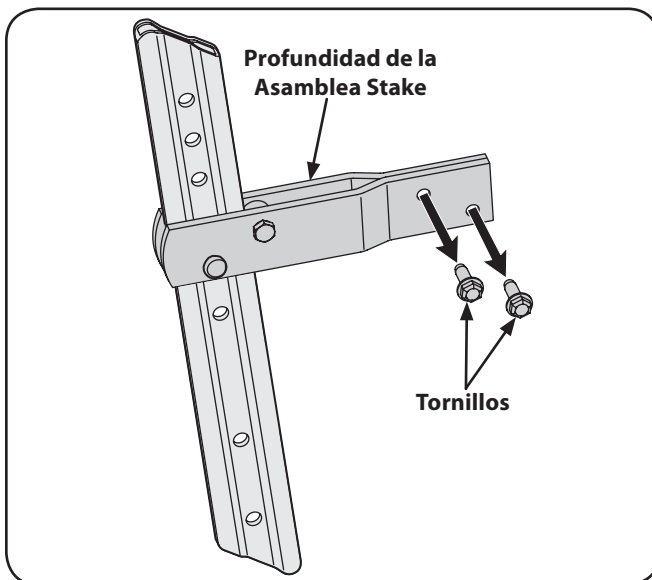

Figura 1-5
1. Quite los dos tornillos de la asamblea la estaca de profundidad. Vea la Figura 1-5.